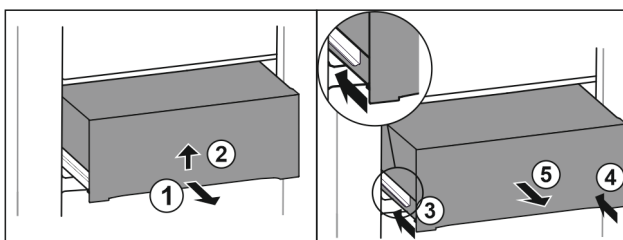

Fig. 64
- ▶ Витягніть ящик на половину. Fig. 64 (1)
- ▶ Підняти висувний ящик за нижній бік. Fig. 64 (2)
- ▶ Вставити ліву рейку. Fig. 64 (3)
- ▶ Вставити праву рейку. Fig. 64 (4)
- ▶ Вийняти висувний ящик рухом вперед. Fig. 64 (5)